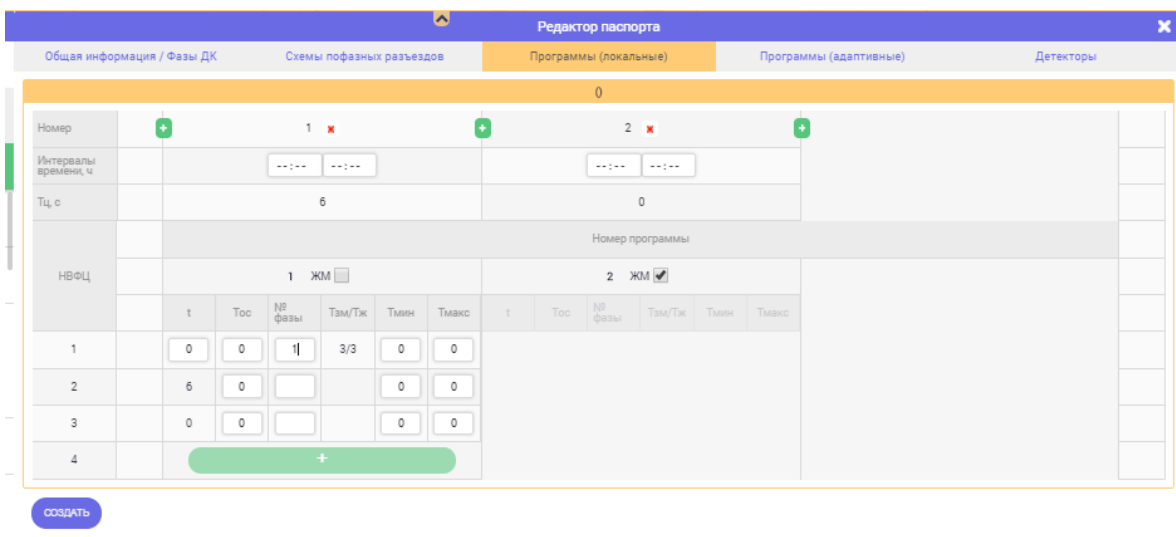

Рисунок 81. Паспорт СО. Добавление фаз в программе
- $T_{макс}$ – максимальное время длительности фазы программы, а также поле $T_{зм}/T_{ж}$, которое заполняется в соответствии с указанной фазой ДК в поле «№ фазы» (Рисунок 81).